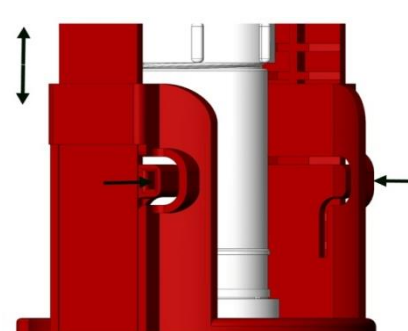

Рис.3
11.1. Чтобы отрегулировать клапан выпуска по высоте, необходимо отсоединить тягу 9, от хомута 11. Затем нажать на фиксаторы опоры 17 и перемещением стойки 10 вверх-вниз (см. рис.3) добиться зазора 5-15мм между кнопочным узлом и крышкой бачка.